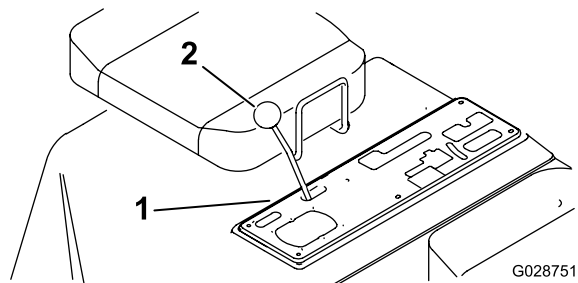

図 12
- 1. 中央コンソールのレバーについているノブをすべて外す 図 12。
- 2. 中央コンソールのカバープレートの外側エッジ部をフレームに固定しているねじ6本を外して、カバープレートを取り外す 図 12。